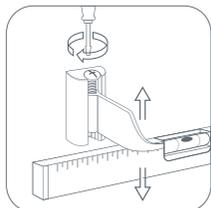

рис. 3
**!** Для того, чтобы идеально ровно смонтировать радиатор на стену, используйте оригинальные регулируемые кронштейны Royal Thermo (рис. 3).